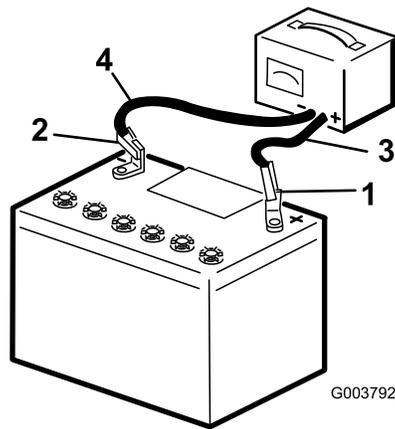

図 34
2. 25-30アンペアで10-15分、または4-6アンペアで30分、バッテリーを充電する 図 34。充電しすぎないように注意すること。
3. 充電が終わったら、チャージャのプラグをコンセントから抜いてから、チャージャのリード線をバッテリー端子から外す 図 34。
1. 先ほど取り外したねじ類を再使用して、プラスケーブル赤いケーブルをバッテリーのプラス端子に取り付ける 図 34。
3. 先ほど取り外したねじ類を再使用して、マイナスケーブル黒いケーブルをバッテリーのマイナス端子に取り付ける 図 34。
4. 押さえ棒と蝶ナットでバッテリーを固定する 図 34。